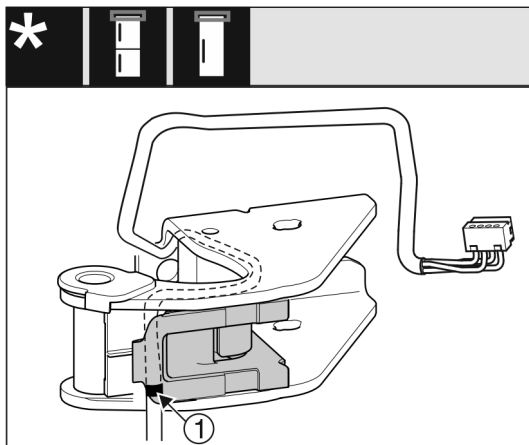

Fig. 29
- Middelste markering Fig. 29 (1) moet hierbij tegen de kant van de kabelhouder liggen.